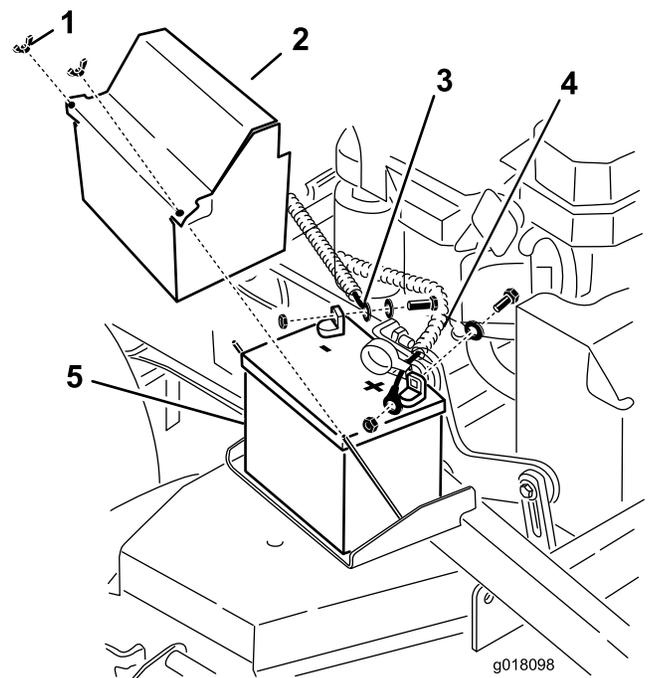

Figure 31
2. Retirez la batterie (Figure 31).